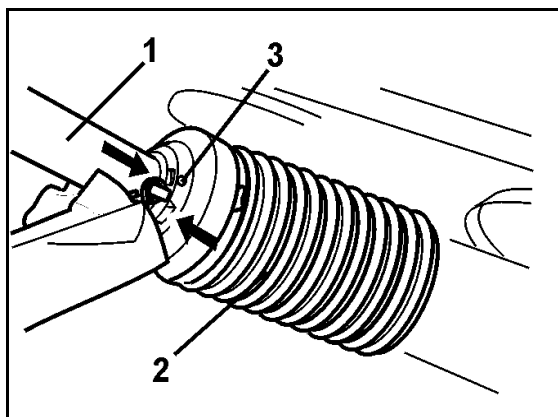

Fig. 55
9. Schutzhälfte (Fig. 55/1) aufschieben.
10. Schutztrichter (Fig. 55/2) in Sperrposition drehen.
11. Arretierschraube eindrehen (Fig. 55/3).